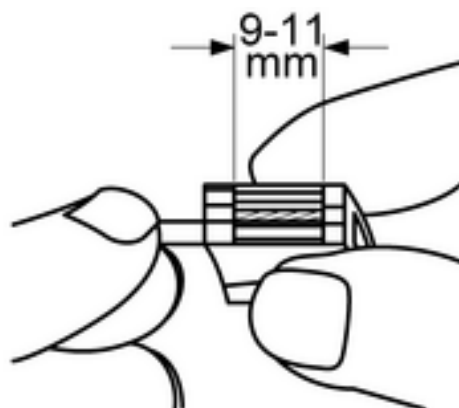

Bild 5: Abisolierlänge
- Leiter 9 - 11 mm abisolieren (Bild 5).